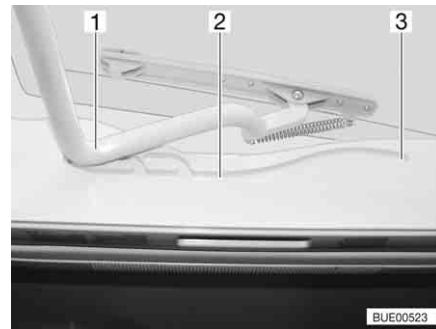

Fig. 67 Oblò Heki, guida
- Tirare la staffa (Fig. 67,1) nelle guide (Fig. 67,2) fino alla posizione più all'indietro (Fig. 67,3).
- Spingere la staffa (Fig. 67,1) leggermente verso l'alto con ambedue le mani.
- Tirare la staffa nelle guide (Fig. 67,2) fino alla posizione desiderata.